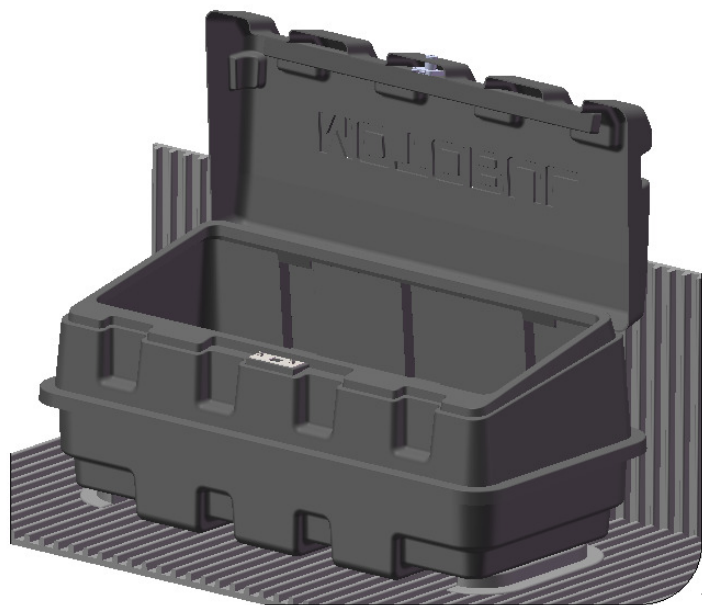
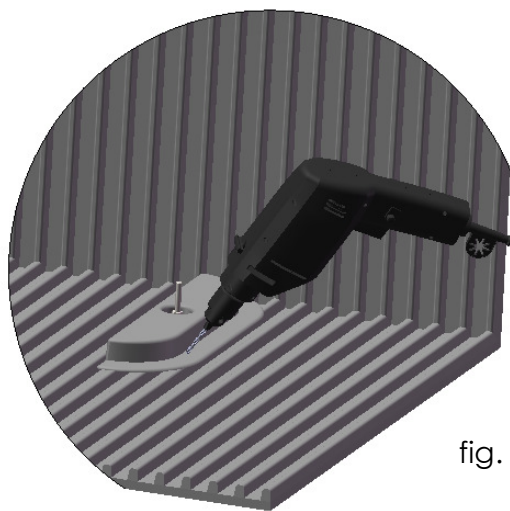

fig. 1
fig. 2
3. Leve o BOX já montado até a caçamba da pick-up, posicionando-o com a tampa aberta (ver fig 1) em uma das laterais da caçamba (sugerimos que seja nas costas da cabine da pick-up ). Após ter definido o melhor local para o BOX, utilize o lápis marcador e contorne o conjunto base fixação a fim de saber o local onde deverá prender o mesmo na base da caçamba. Repita a marcação do outro lado;
4. Certifique-se de que as marcações estão bem visíveis e remova o BOX do local. Desmonte o conjunto feito na pré-montagem (frouxe a porca borboleta e a arruela da parte interna do BOX removendo-as) de forma a ter livres os dois itens da base fixação (item 2);
5. Posicione o conjunto base fixação ( item 2 ) , no local demarcado anteriormente na base da caçamba, conforme fig 2.;
6. Furação: Escolha o melhor local para furação da base do conjunto fixação e com o auxílio da furadeira faça os 4 furos em cada uma das bases, (fig 2) transpassando a proteção da caçamba. A base do conjunto fixação ( item 2 ) não sai furada de fábrica justamente para permitir ao instalador escolher o melhor ponto para furar e prender os parafusos 3,5x16 ( item 6 );
7. Após furado no melhor local, prenda os parafusos 3,5x16 (item 6) nos conjuntos base fixação ( item 2 ) . Em seguida monte o BOX sobre os conjuntos base fixação ( item 2 ) já presos na caçamba da pick-up, utilizando a mesma sequência indicada na pré-montagem, deixando o conjunto bem firme;